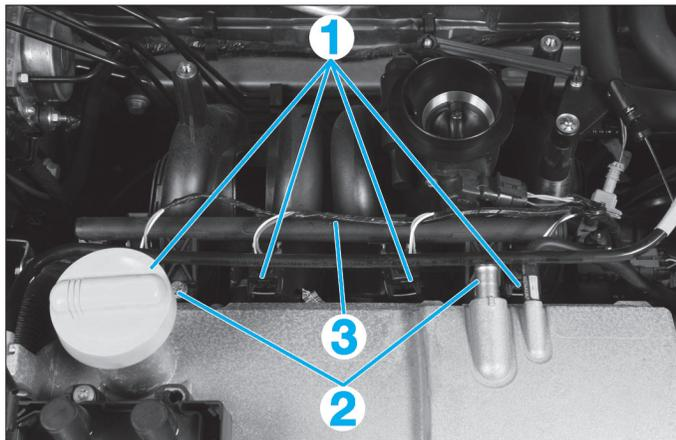
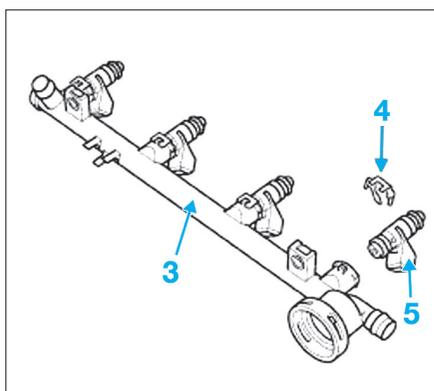

Fig. 45
Fig. 46
- Débrancher les connecteurs des injecteurs (1) (Fig.45).
- Déposer les 2 vis de fixation (2) de la rampe d'injection (3).
- À l'établi, déposer les agrafes (4) de maintien des injecteurs (5) sur la rampe (3) (Fig.46).